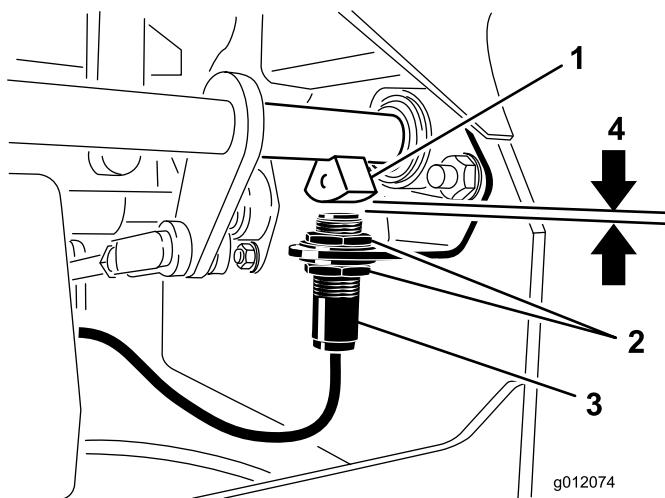

Figure 55
4. Montez ou descendez le contacteur sur le support jusqu'à ce qu'une distance de 3,9 mm (5/32 po) sépare le capteur d'arbre de frein et le plongeur du contacteur (Figure 55).
(Figure 55).